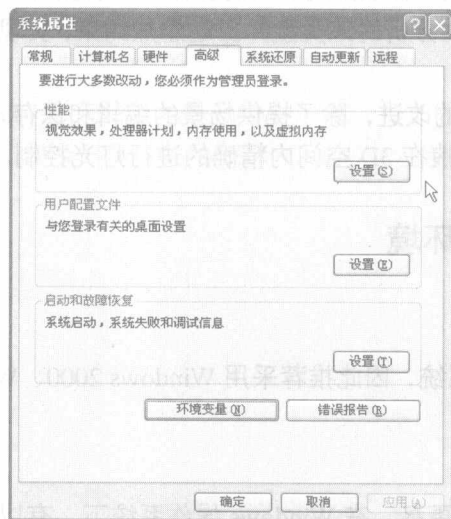

图 1-1 修改系统属性
(1) 选择【我的电脑】→【控制面板】→【系统】→【高级】命令, 打开“系统属性”对话框, 如图 1-1 所示。